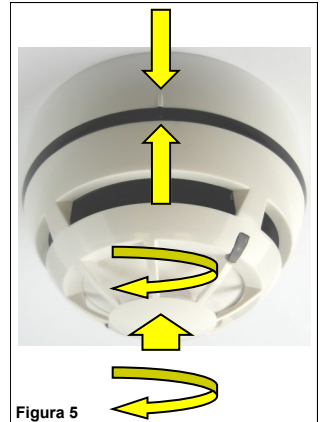

Figura 5
- 5) Quando il rivelatore è saldamente innestato, controllare l'allineamento dei punti di riferimento in rilievo presenti sul rivelatore e sulla base (figura 5).